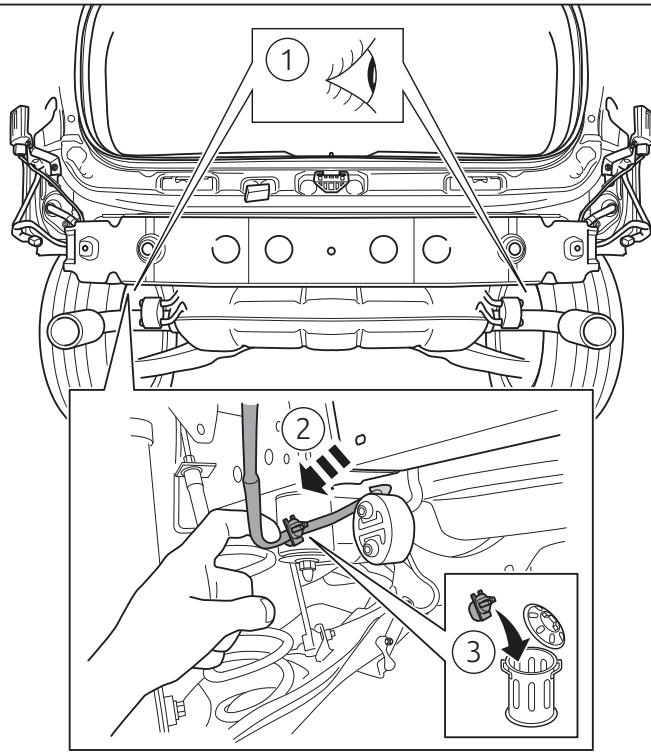

Fig. 3
4. **Для автомобилей Ad-Blue:** Снять с шасси крепление линии. См. рисунок 3.
8. **Для автомобилей Ad-Blue:** Привязать провод в точке J пластмассовой проволокой. См. рисунок 3.